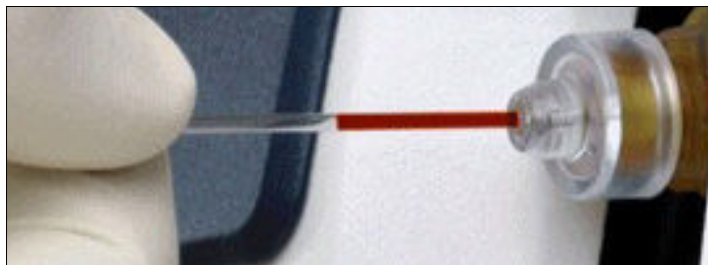

Figure 3.10 Tube capillaire dans l'adaptateur micro capillaire
8. Fixez le tube capillaire dans l'adaptateur capillaire (Figure 3.10).